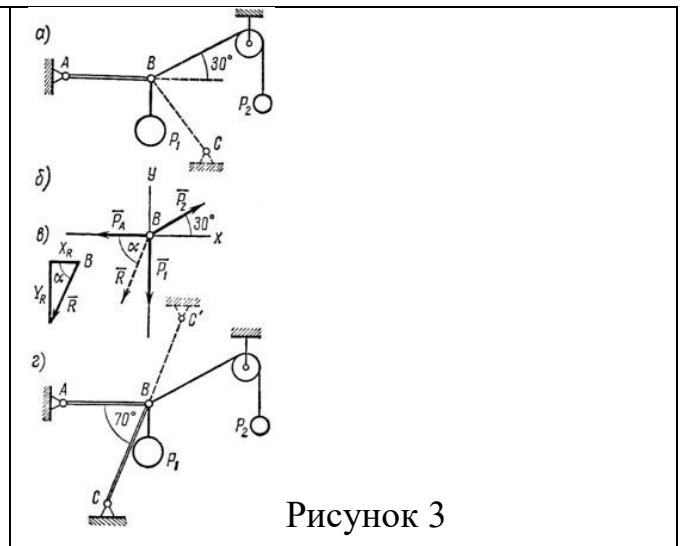

Рисунок 3
2. На конце В горизонтального стержня АВ необходимо прикрепить две нити с грузами  $P_1 = 4 \text{ кН}$  и  $P_2 = 0,8 \text{ кН}$ , как показано на рис. 3, а. Под каким углом к этому стержню следует присоединить второй стержень ВС, чтобы стержень АВ растягивался силой  $P_A = 2 \text{ кН}$ . Какое усилие при этом будет испытывать стержень ВС?